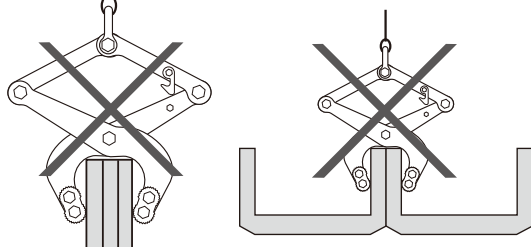

図10
- ◆ U字溝、コンクリート板等の重ね吊りは出来ません。(図10)